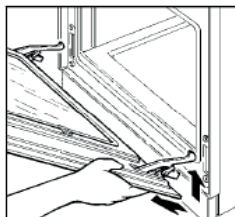

Fig. 14
- Слегка приподнять и снять дверцу (рис. 14).